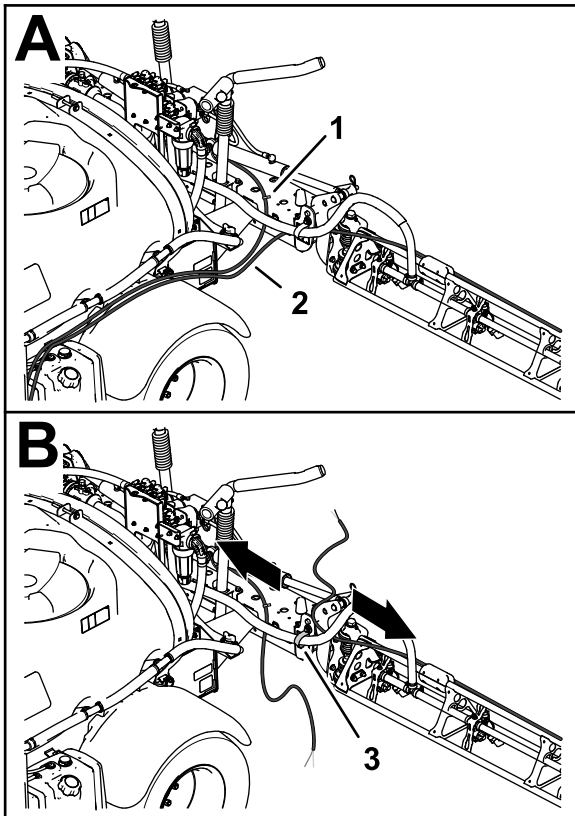

Bild 19
2. Schieben Sie die Schläuche für die Schaumdüsen am linken und rechten Sprühabschnitt nach hinten durch die R-Klemme in der Nähe des Drehpunkts für den Sprühabschnitt (Bild 19).